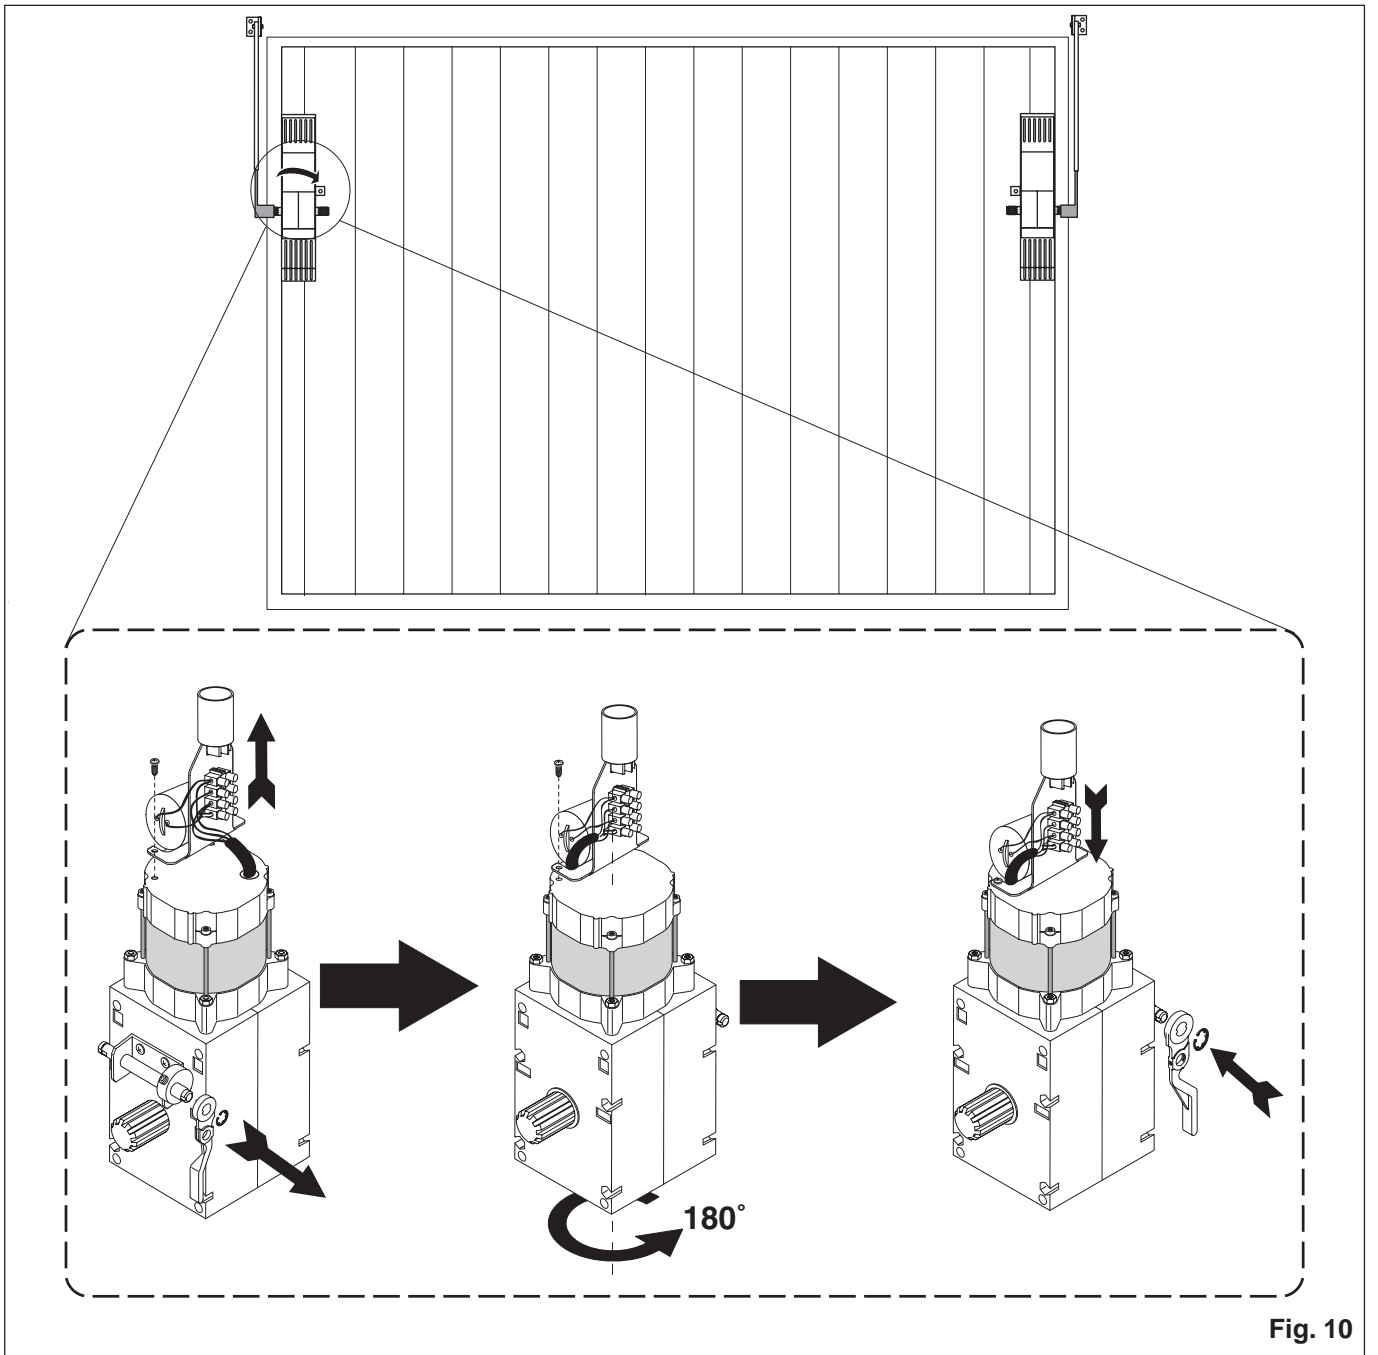
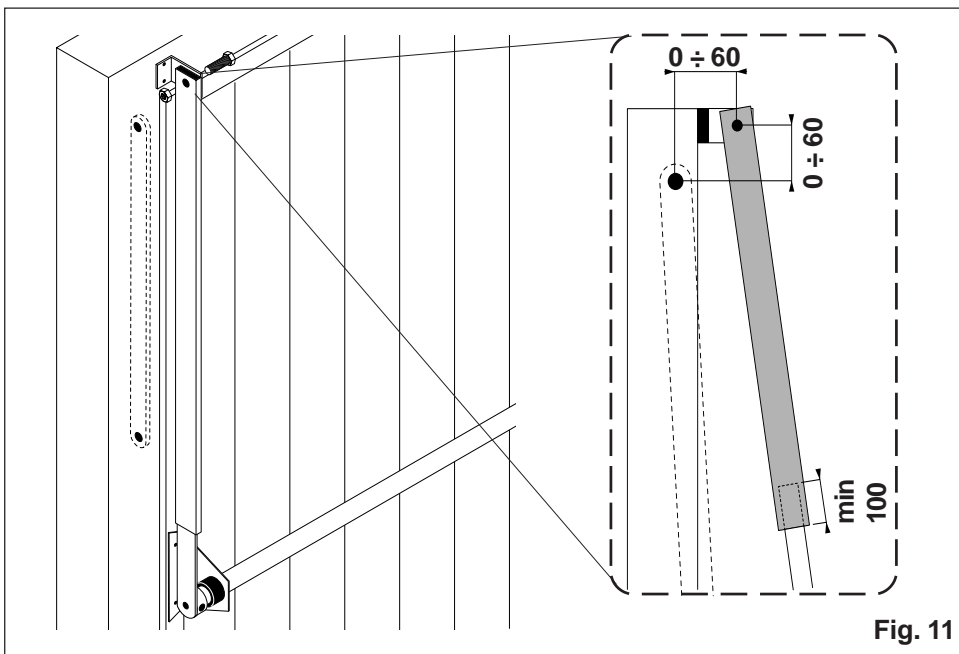

Fig. 10
Fig. 11
- 4.6 Fixer l'équerre sur le châssis supérieur de la porte basculante, sur le même axe que le bras moteur fig. 10 (ou sur la fig. 11 s'il n'est pas possible d'installer l'équerre sur la partie supérieure de la porte basculante).
5. INSTALLATION MOTEUR GAUCHE (Fig. 10)